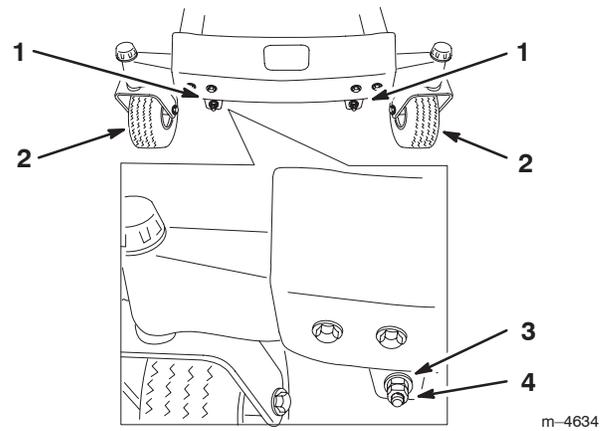

Figure 41
10. Pour régler l'inclinaison avant/arrière des lames, retirez les contre-écrous et tournez les écrous de réglage à l'avant du plateau de coupe (Fig. 41).
12. Après avoir réglé uniformément les deux écrous, contrôlez de nouveau l'inclinaison avant/arrière. Poursuivez le réglage des écrous jusqu'à ce que la pointe de lame avant soit de 1,6 à 7,9 mm (1/16–5/16 pouce) plus bas que la pointe arrière (Fig. 41).
Remarque : Après avoir réglé les écrous de réglage, vérifiez qu'aucune des tige de support ne présente de jeu (Fig. 43). Serrez l'une ou l'autre pour supprimer le jeu (Fig. 41).